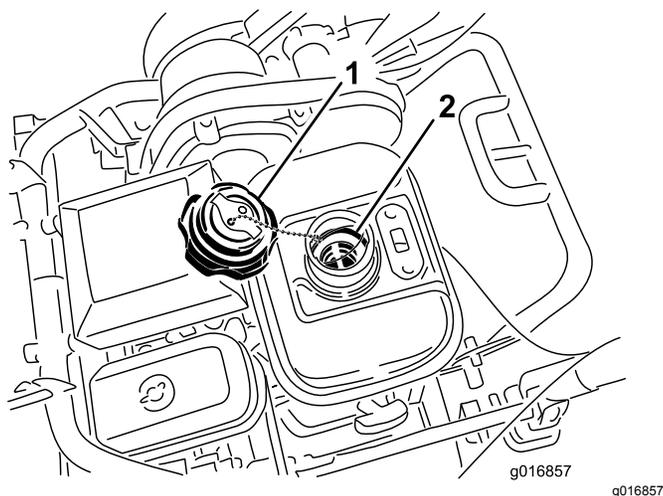

Рисунок 40
1. Отверните и снимите крышку топливного бака (Рисунок 40).